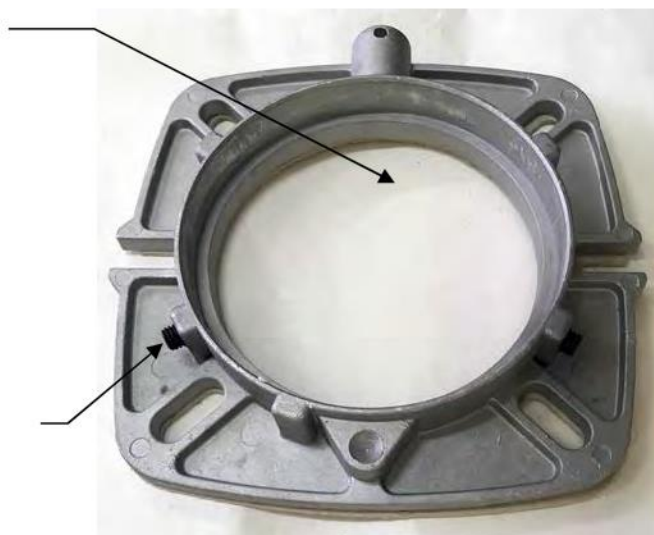

Рис. 11. Установочный фланец
1. Отверните 2 фиксирующих винта фланца так, чтобы в посадочное отверстие фланца свободно проходила фланцевая шайба горелки (Рис. 11).